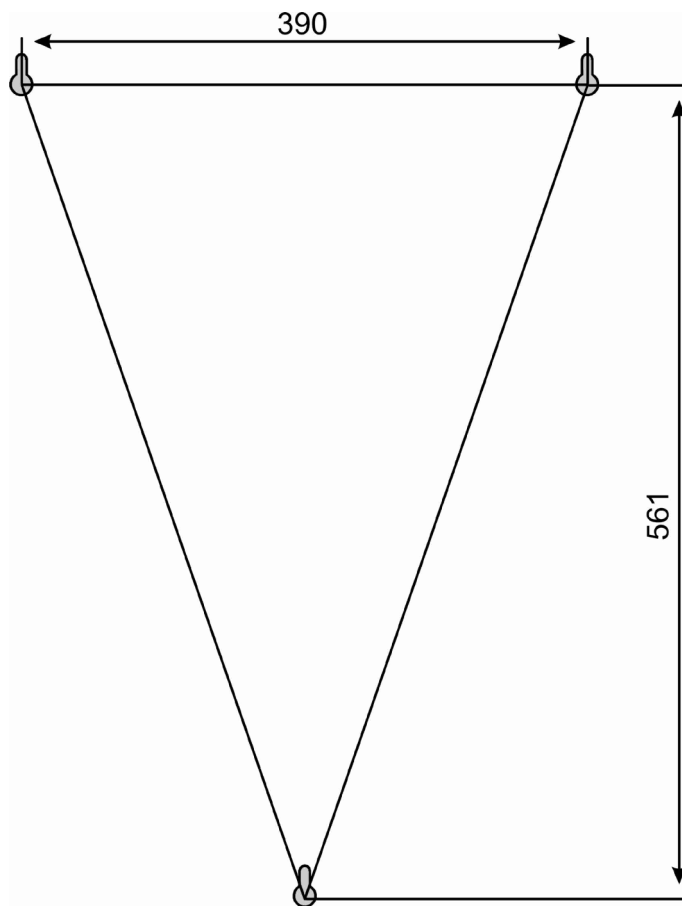

Рисунок 2
8.1 Відповідно до рис. 2 розмітьте розташування отворів кріплення УКІМО. Зробіть отвори \varnothing 10 мм для встановлення дюбелів (входять у комплект поставки). Встановіть дюбелі та закрутіть болти кріплення таким чином, щоб була можливість закріпити на них УКІМО без ризику падіння. Після встановлення УКІМО дотягніть болти кріплення для надійної фіксації.